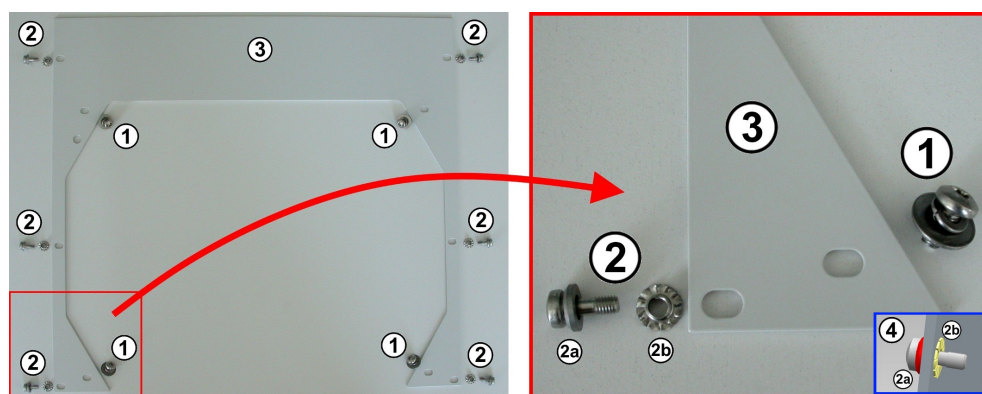

图 6-6: 将螺钉和垫圈与金属机架盖板上的各个螺纹孔一一对应
8. 将六个螺钉、垫圈和接地承窝（图 6-6 中标号 2）放到金属机架盖板外侧的六个螺纹孔中。
确保从盖板后面插入接地承窝 (2b)，从前面插入 M5 螺钉和小垫圈 (2a)。具体操作如图 6-6 中 (4) 所示。M5 螺钉插入并拧紧到接地承窝中之后，将无法从金属盖板上移除。
10. 使用图 6-6 中的六个螺钉 (2) 将金属机架盖板固定到机架上的 M5 锁紧螺母。
11. 使用图 6-6 中的四个螺钉和垫圈 (1) 将金属机架盖板固定到屏蔽箱。